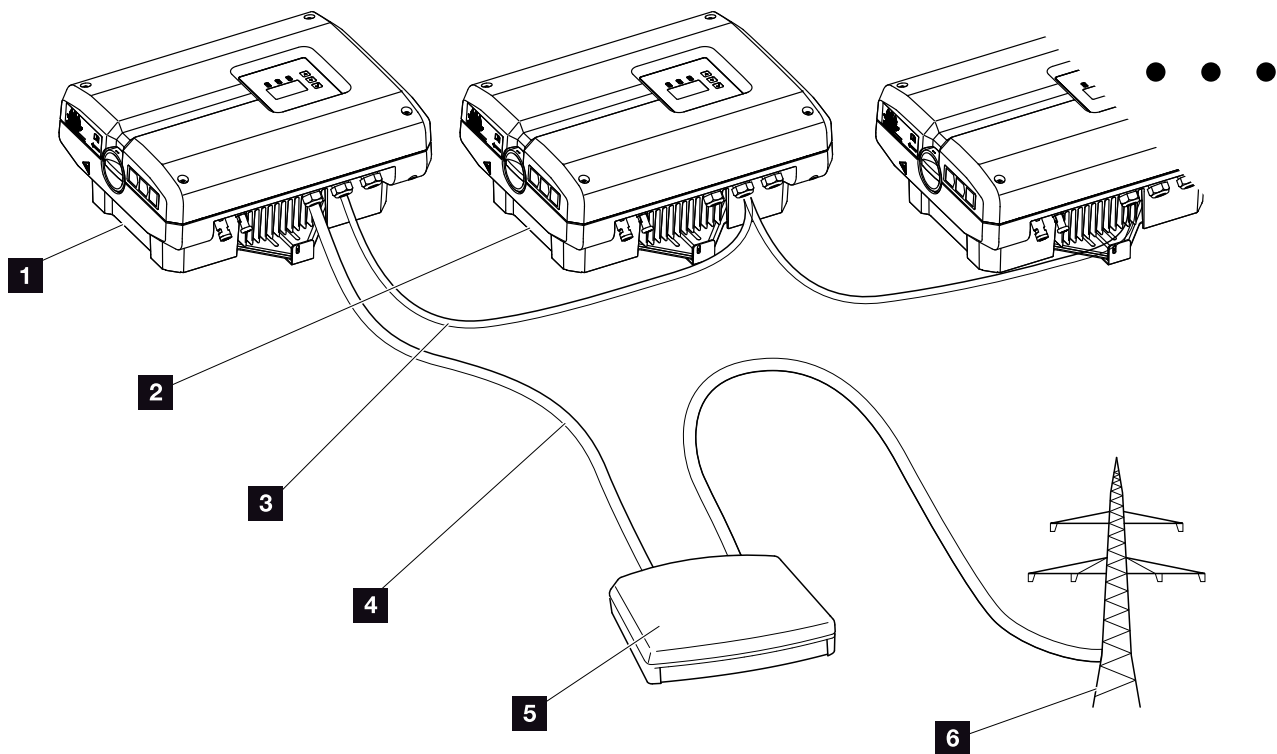

Fig. 57: Konfiguration fjernovervågningsmodtager med flere vekselsstrømsomformere (ethernet-forbindelse)
2. Forbind alle vekselstrømsomformere via ethernet-tilslutninger (RJ45) med et ethernet-kabel eller via RS485. **Fig. 57**
Fjernovervågningsmodtageren må kun tilsluttes ved Master-vekselstrømsomformeren. **Fig. 57**